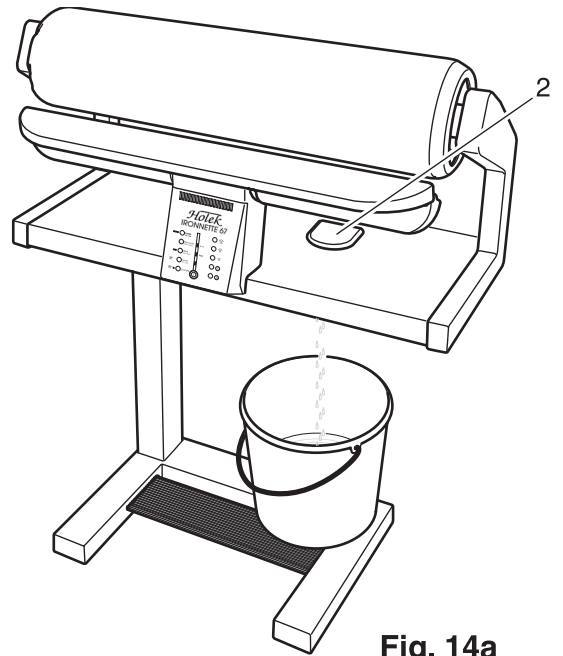

Fig. 14a
- Den Ironnette in Arbeitsstellung bringen (Fig. 14a).